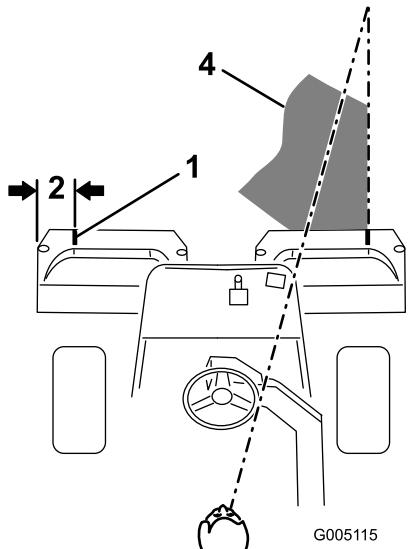
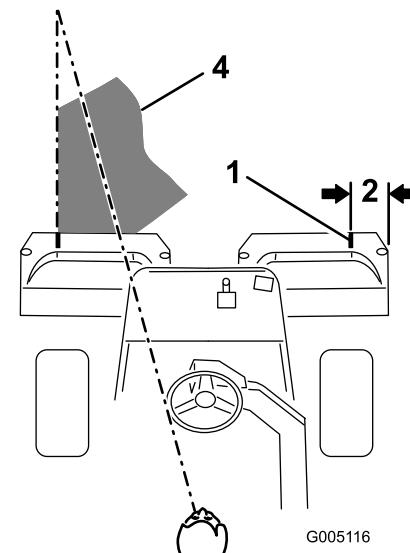

Bild 39
Bild 40
2. Bringen Sie einen Streifen weißes Isolierbands an jedem Korb an, oder zeichnen Sie eine Linie. Das Isolierband bzw. die Linie sollten parallel mit der äußeren Kante jedes Korbs verlaufen (Bild 39).
3. Wenn Sie zurückfahren, sollte der neue Mähgang den ersten ein klein wenig überlappen. Damit Sie in einer möglichst geraden Linie über die Grünfläche fahren können und einen gleichmäßigen Abstand zum zuvor gemähten Rasenstück einhalten können, sollten Sie sich eine imaginäre Sichtlinie ungefähr 1,8 bis 3 m vor der Maschine bis zum Rand des noch ungemähten Teils der Grünfläche vorstellen (Bild 39 und Bild 40). Manche Leute finden es auch hilfreich, die äußere Kante des Lenkrads in die Sichtlinie mit einzubeziehen, d.h. sie halten das Lenkrad in einer Linie mit einem Punkt, der immer im gleichen Abstand von der Vorderseite der Maschine bleibt (Bild 39 und Bild 40).